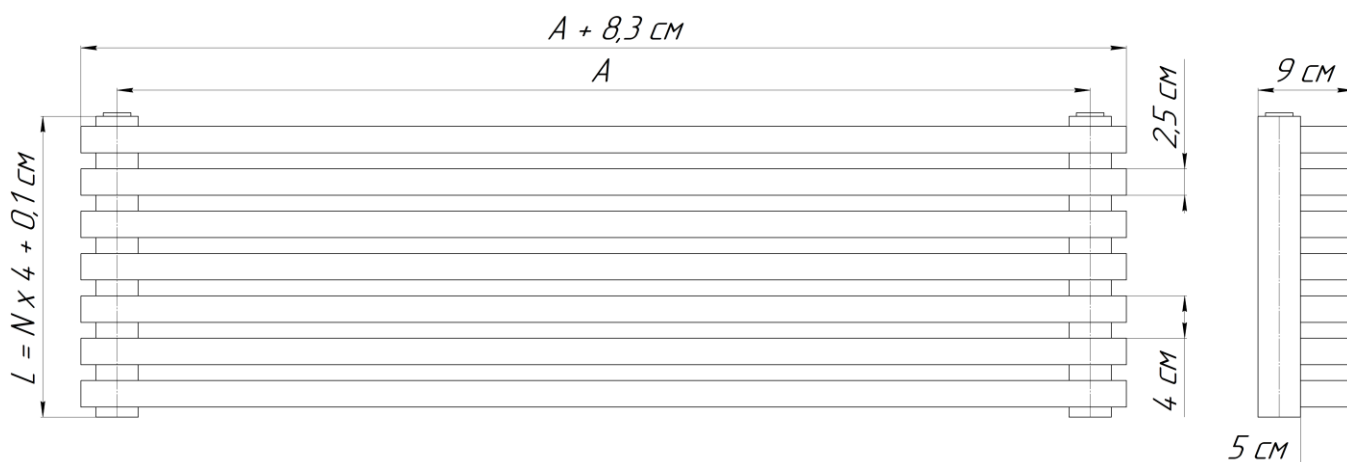

Рис. 1 Радиатор «QUADRUN 50 Н», где: А – межцентровый (монтажный) размер, см; N – количество секций; Н – габаритная высота, см.
2.1. Основные размеры и параметры радиаторов приведены на рис.1 и в Таблице №1.